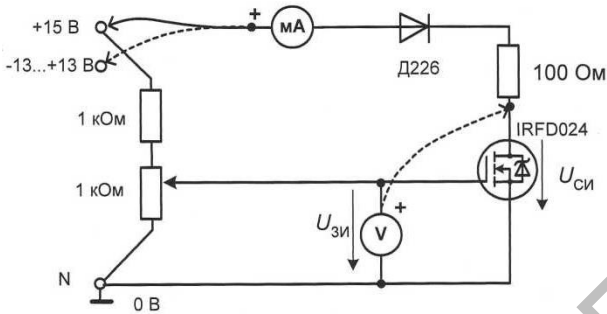

Рисунок 5.29
- Соберите цепь для снятия характеристик транзистора (рис. 5.29). Диод Д226 включен в схему для предотвращения подачи отрицательного напряжения на транзистор при снятии выходных характеристик. Диод, показанный внутри микросхемы IRFD024, является паразитным элементом, обусловленным конструкцией p - n -переходов в транзисторах подобного типа.